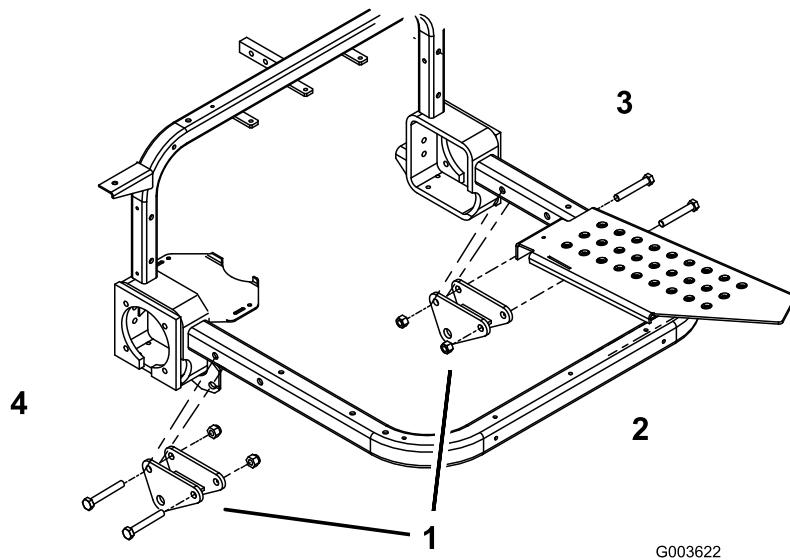

Figure 22
2. Fixez légèrement un support de montage aux tubes des repose-pied droit et gauche au moyen de 2 boulons ($\frac{1}{2}$ " x $3\frac{1}{2}$ ") et contre-écrous ($\frac{1}{2}$ "). Positionnez les supports de montage et les boulons comme montré à la Figure 22.